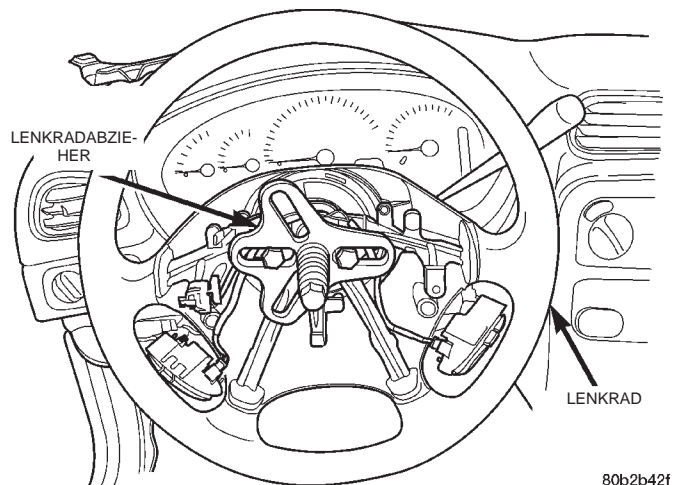

Abb. 13 Abzieher am Lenkrad montiert
(16) Abzieher am Lenkrad montieren (Abb. 13).